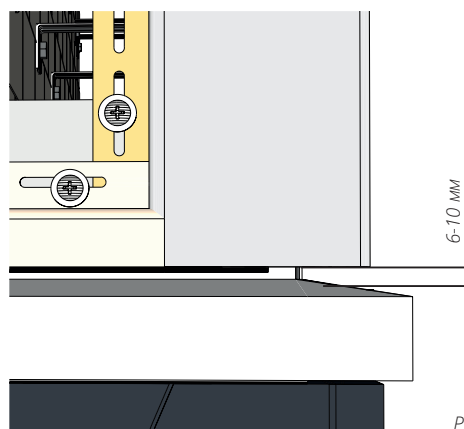

Рисунок 10
- 6.6** Все подрезы доборных элементов в местах примыкания к металлическим отливам, в верхней или нижней части отлива, должны быть параллельны углу наклона отлива (рис. 10).